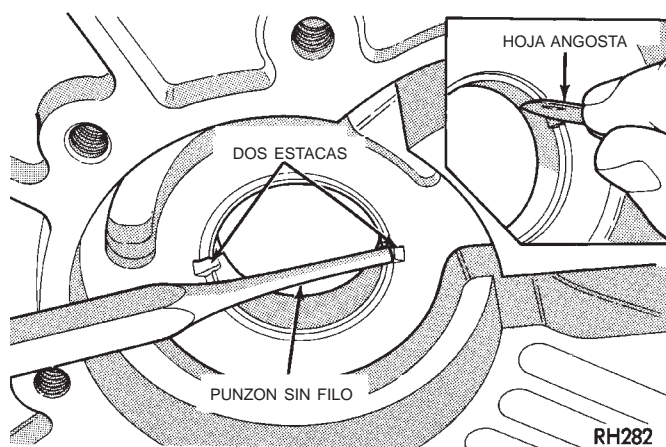

Fig. 127 Fijación del casquillo de la bomba de aceite
(3) Estaque el casquillo nuevo de la bomba en dos lugares con un punzón sin filo (Fig. 127). Luego retire las rebabas de los puntos de estaca con la hoja de un cuchillo.